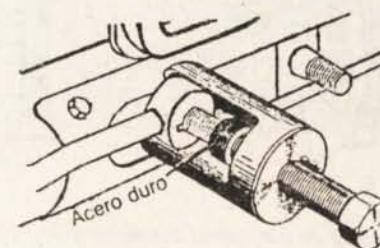

Fig. 6-5.— Extractor de rótulas
a) Si hay juego en una o más rótulas, repretar su tuerca. Si el juego continúa, desarmar y cambiar el resorte o los asientos rotos o desgastados. Las barras se quitan de los conos de las rótulas, forzándolas con un extractor adecuado (Fig. 6-5). Despues de cambiar rótulas, se montan tuercas nuevas "nylock", que se aprietan con torsión de 3 a 4 kg.